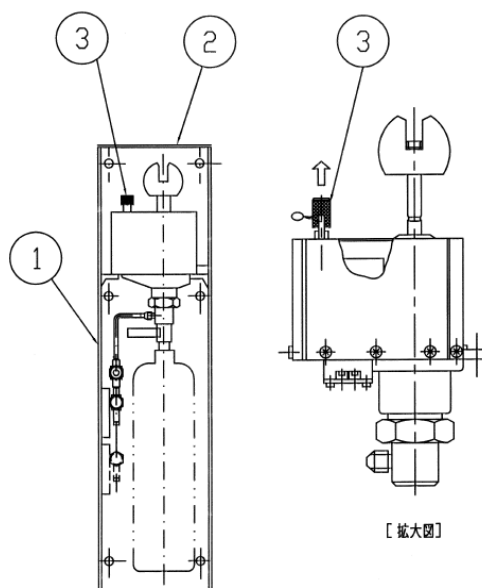

図3. 起動装置格納箱の操作要領図
（図3を参照してください。）
- 2) 装置内の手動引釦（図 3 の③）に封印が施されていることを確認してください。